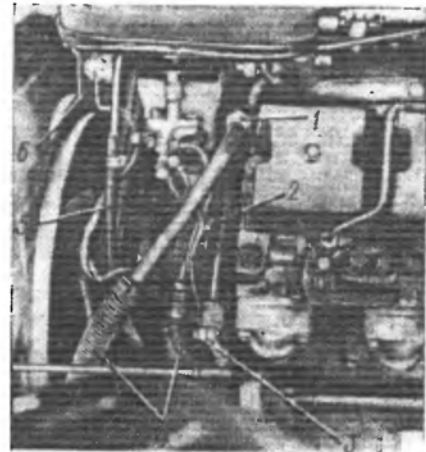

Рис. 2. Снятие маслопроводов гидроусилителя.
9. Отверните гайки 1 и 2 (рис. 2) и отсоедините маслопроводы 4 низкого и высокого давления гидроусилителя рулевого управления	Ключи 27×30 (2 шт.), 17×19 (2 шт.)
39. Наденьте шланг 5 (см. рис. 2) на трубку вспомогательной тормозной системы, затяните хомут	Отвертка